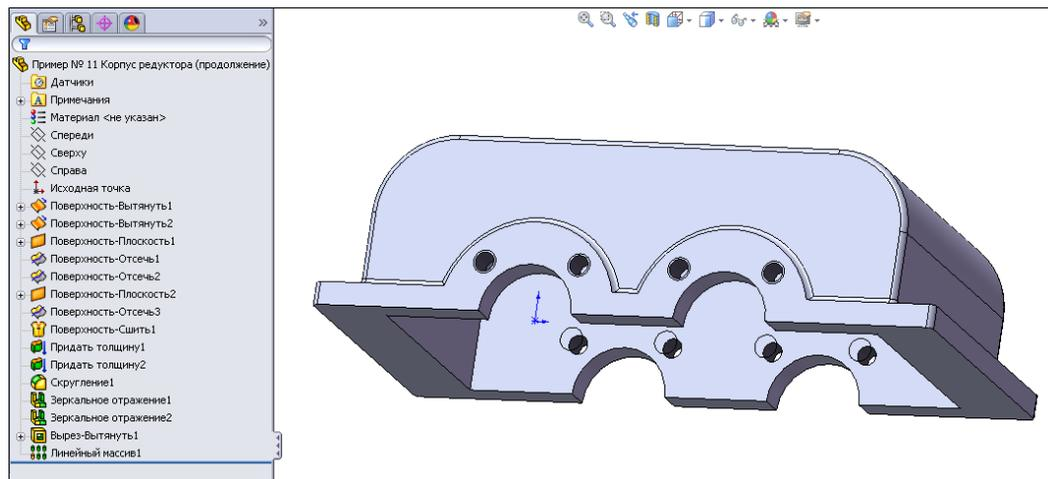

Рис. 2.137
7. Нажмем кнопку **ОК**  и получим корпус редуктора с резьбовыми отверстиями для крепления крышек (рис. 2.137).